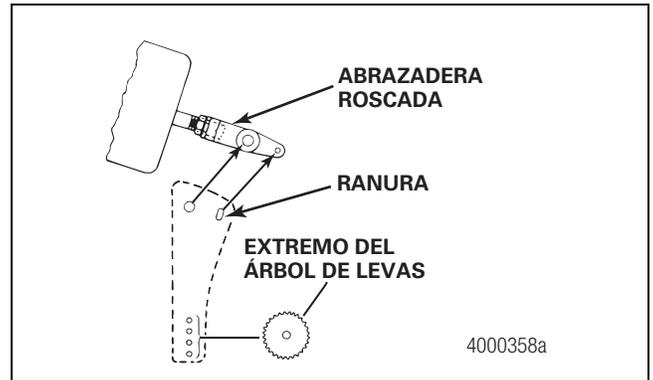

Figura 5.15
- **Si el orificio pequeño de la abrazadera no queda alineado dentro de la ranura:** Ajuste la abrazadera hasta que pueda ver el orificio pequeño del pasador de la abrazadera dentro de la ranura. Figura 5.15.